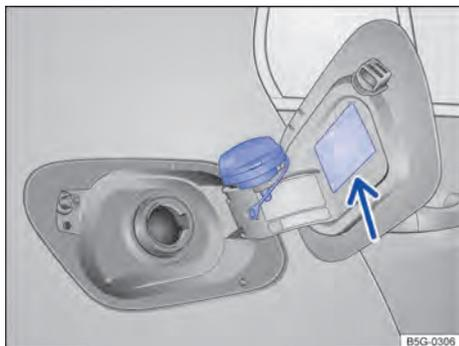

Fig. 170 Portinhola do tanque aberta com a tampa do tanque pendurada.
- Girar a portinhola do tanque no sentido anti-horário e pendurá-la em cima da portinhola do tanque ⇒ Fig. 170.
O tipo de combustível correto para o veículo está indicado numa etiqueta adesiva na parte interna da portinhola do tanque ⇒ Fig. 170 (seta).